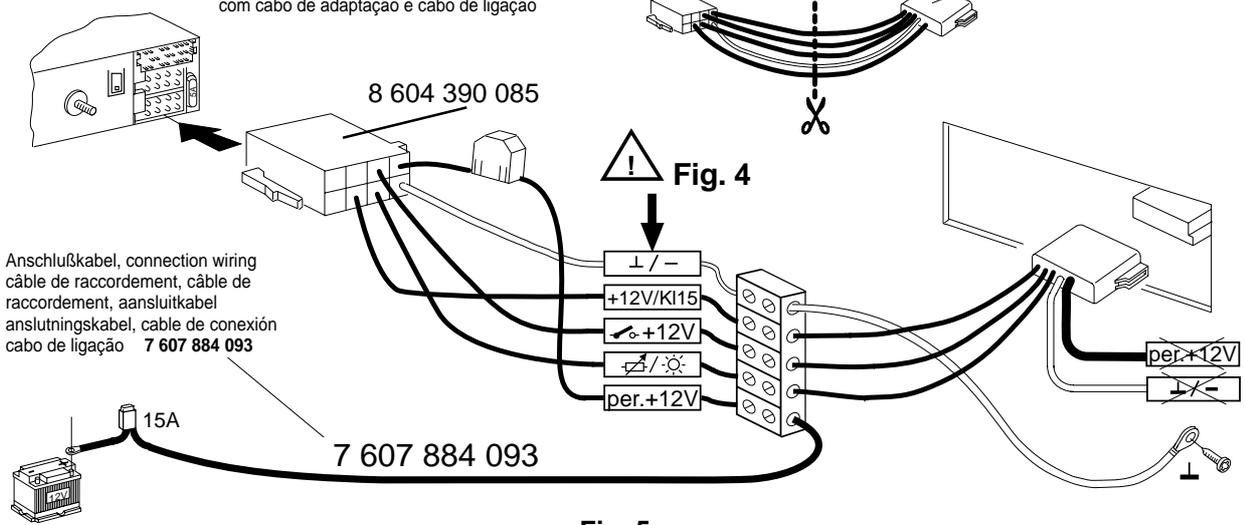

Fig. 5
- Plus-/Minus-Anschluß mit Kfz.spezifische Adapterkabel Fig. 5